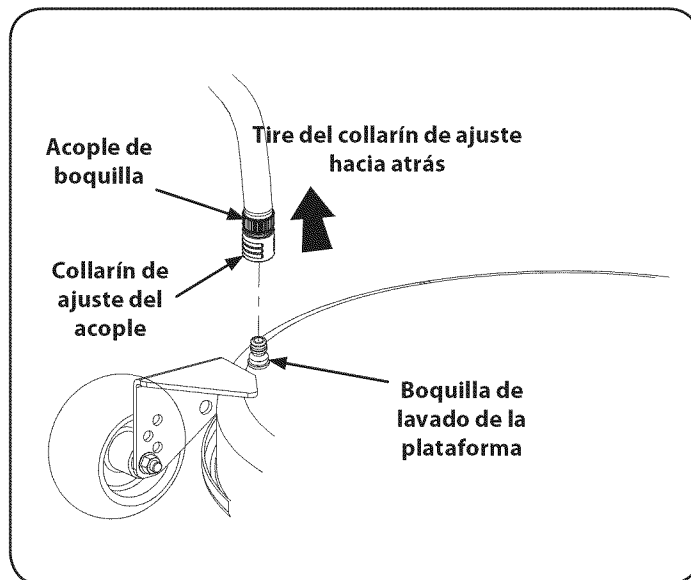

Figura 30
3. Tire hacia atrás el cuello de bloqueo del adaptador de la boquilla y empuje el adaptador en la boquilla de lavado de cubierta en el extremo izquierdo de la plataforma de corte. Suelte el collar de bloqueo para bloquear el adaptador de la boquilla. Refiérase a la Figura 30.